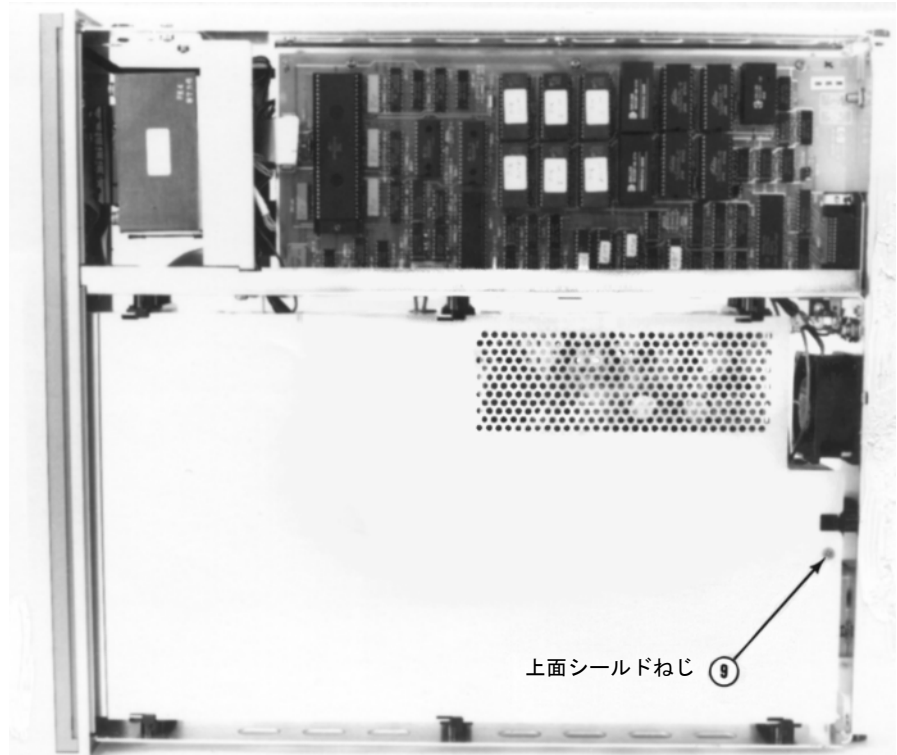

図41. 3458内部上面図
1. 図41を参照してください。底面が下になるようにして3458を置きます。